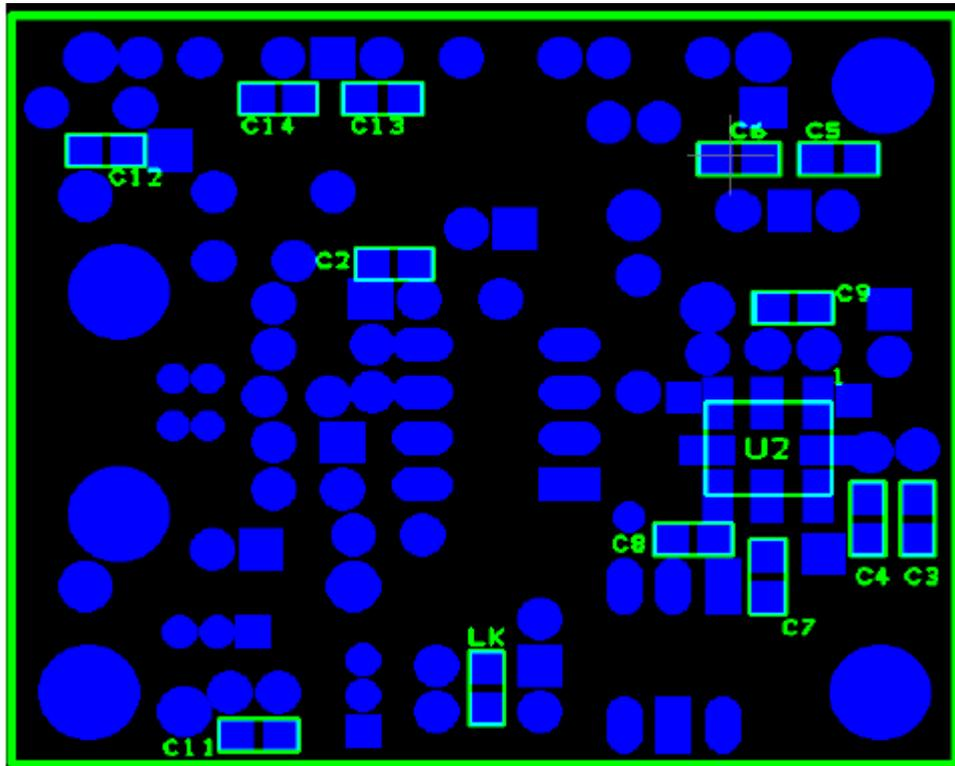

図1 基板 裏面
- 図1のように、基板を裏返しにします。
- 図1を参照しながら SMT コンデンサチップと基板のランドの位置を確認します。SMT コンデンサは、長方形型の小さなチップ(0805タイプ) です。
- SMT 0.1 $\mu$ F 0805 コンデンサ C2, C3, C5, C6, C7, C8, C9, C11, C12, C13, C14 を図1の通り半田付けします。半田付け後、位置を図1と再度照らし合わせてください。